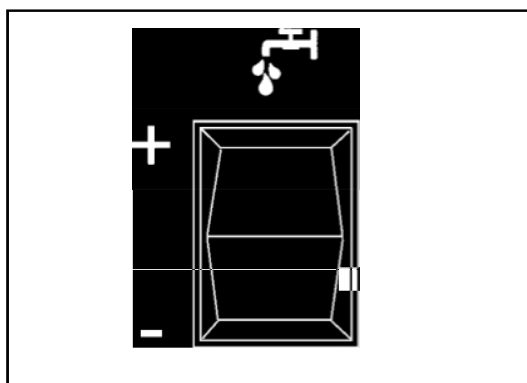
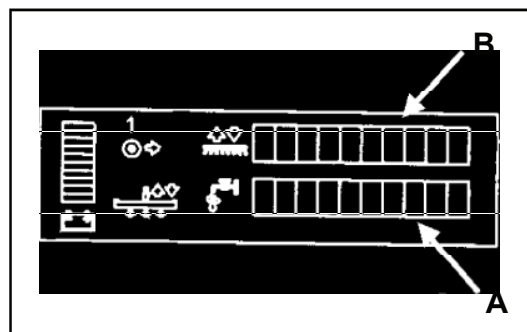

Figure 25
Figure 26
La solution est utilisée pour désincruster et pour retirer la saleté du sol. La quantité de solution appliquée peut être réglée sur cinq niveaux différents afin de s'adapter à tous les sols, quel que soit leur état. Ces différents niveaux sont indiqués sur l'afficheur LCD situé à l'avant de la machine. Pour régler la quantité de solution appliquée, utilisez le commutateur de réglage du débit (figure 25). **REMARQUE : Cinq réglages différents sont proposés par l'afficheur. Voir la figure 26, A.**
1. Appuyez sur le côté « + » du commutateur (figure 25).
1. Appuyez sur le côté « - » du commutateur (figure 25).